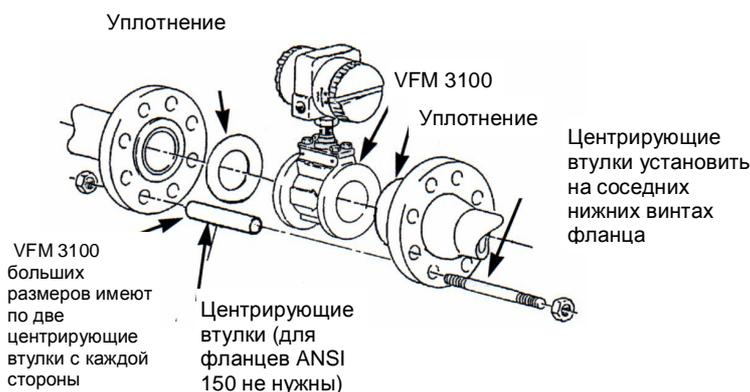

Рисунок 7. Центрирование VFM 3100 W – T
- См. рисунок 7. Первую шпильку вставить через одно из нижних отверстий фланца после расходомера, через одну из двух центрирующих втулок и через фланец до расходомера. Завернуть гайки на обоих концах шпильки, но не затягивать их.